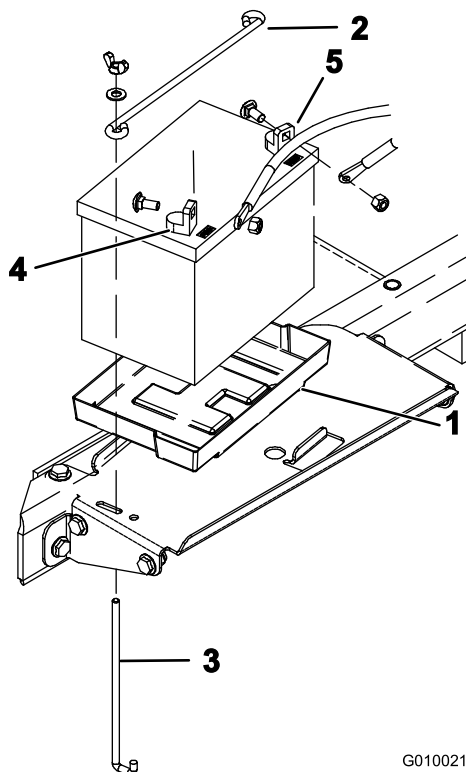

図 14
1. バッテリーをコンパートメントのトレイに取り付ける図 14。バッテリー端子が外側を向くように取り付ける。